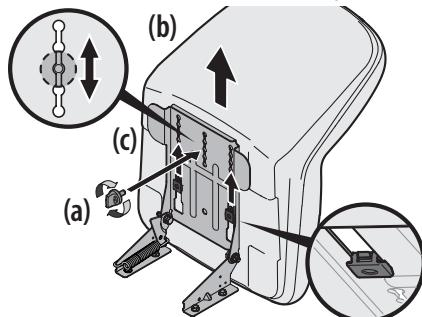

Figura 4
4. Deslice el asiento (b) hacia atrás en el soporte de pivote del asiento (c), alineando una de las ranuras del soporte de pivote del asiento (c) con el orificio que está en la parte posterior central de la base del asiento (b). Consulte la Figura 4.
NOTA: Asegúrese que las dos lengüetas del asiento se enganchen en el soporte de pivote del asiento, como se muestra en el recuadro inferior derecho de la Figura 4.
5. Seleccione la posición deseada del asiento (b) y fíjela con la perilla de ajuste o perno de 9/16" (a) que retiró en el Paso 2. Consulte la Figura 4.